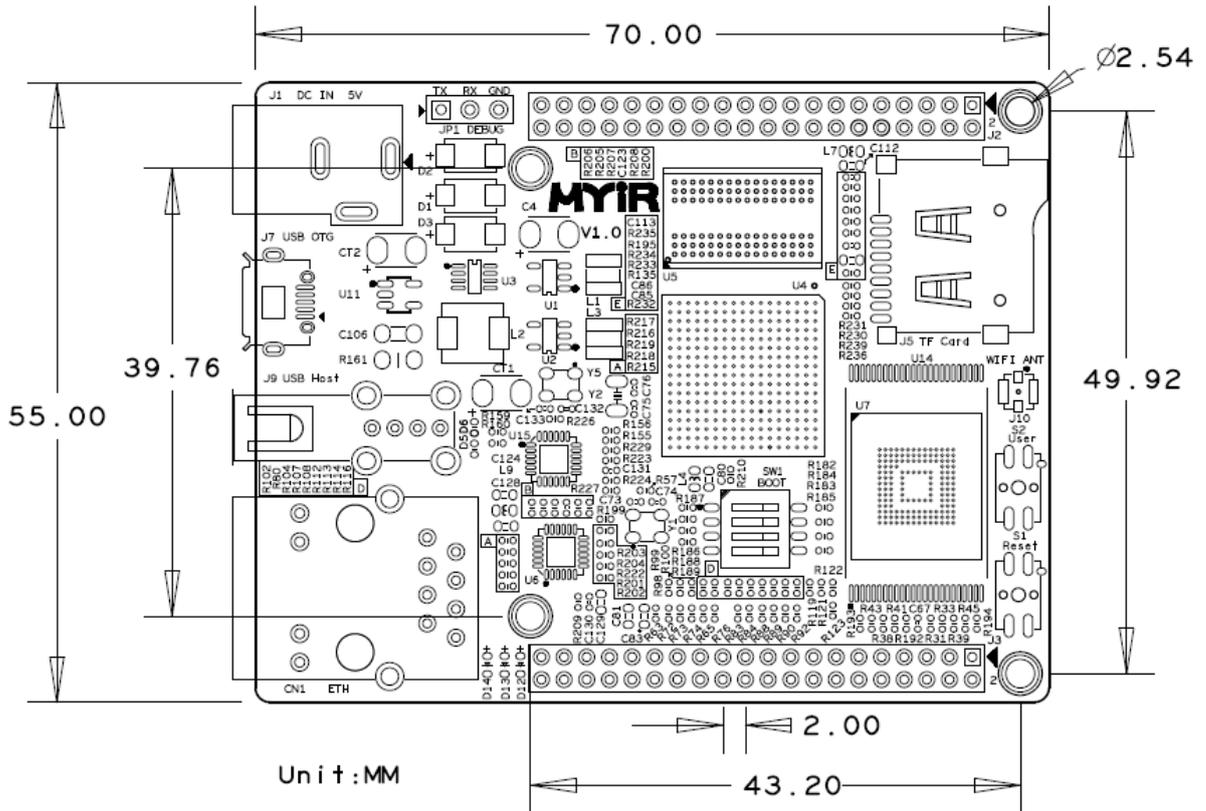

图 6-1 MYS-6ULX-IOT 尺寸图
- ◆ 接口类型：MYS-6ULX-IOT机械尺寸如图6-1所示：